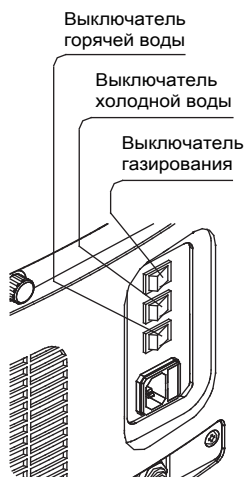

Рис. 10
2. Включите подачу холодной воды нажатием кнопки на задней панели диспенсера (рис. 10). Индикатор охлаждения воды на панели управления будет включен, пока вода охлаждается. Когда охлаждение воды завершится, индикатор погаснет. Температура воды будет составлять 4~10°C.
3. Включите подачу горячей воды нажатием кнопки на задней панели диспенсера (рис. 10). Автоматически начнется нагрев воды, индикатор нагрева на панели управления будет работать, пока вода нагревается. Когда нагрев воды завер-